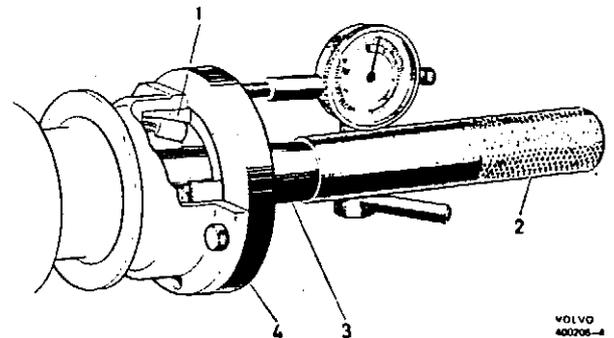

Abb. 18. Kontrollmessung, Axialspiel der Hinterachswellen
Bremsträger und Halter mit Filzdichtung einbauen. Lageraußenring mit SVO 2204 bis an den Bremsträger herausziehen. Halter SVO 2611 mit Meßuhr auf der Hinterachswelle befestigen. Meßspitze auf den Bremsträger richten und das Axialspiel aufmessen (vgl. mit Pos. 6 und Abb. 18). Bei unzulässigem Spiel Bremstrommel und -träger (linke Seite) ausbauen und entspr. den Pos. 5b – 10 einstellen, siehe nachstehend. Bei einwandfreiem Spiel den Arbeitsgang entspr. den Pos. 7–10 fortsetzen.
6. Halter SVO 2611 mit Meßuhr auf der Hinterachswelle befestigen (Abb. 18). Meßspitze auf die Platte richten, Welle einschieben und die Meßuhr nullstellen. Hinterachswelle nach außen ziehen und das Spiel ablesen. Anhand der Tabelle oben